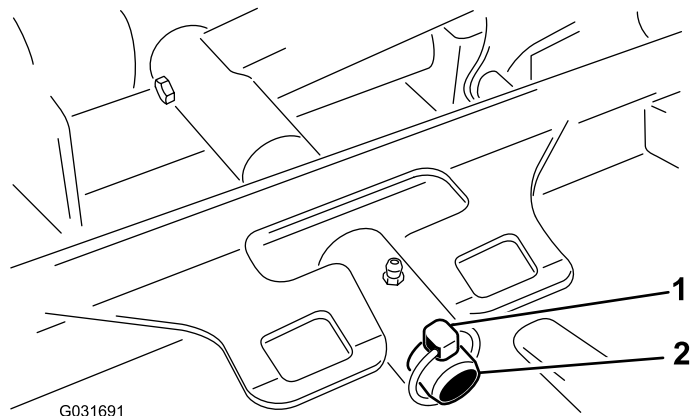

Рисунок 62
3. Извлеките шплинт, который крепит несущую раму деки к оси поворота подъемного рычага (Рисунок 62).
3. Наденьте несущую раму деки на ось поворота подъемного рычага и закрепите ее при помощи шплинта с кольцом (Рисунок 62).